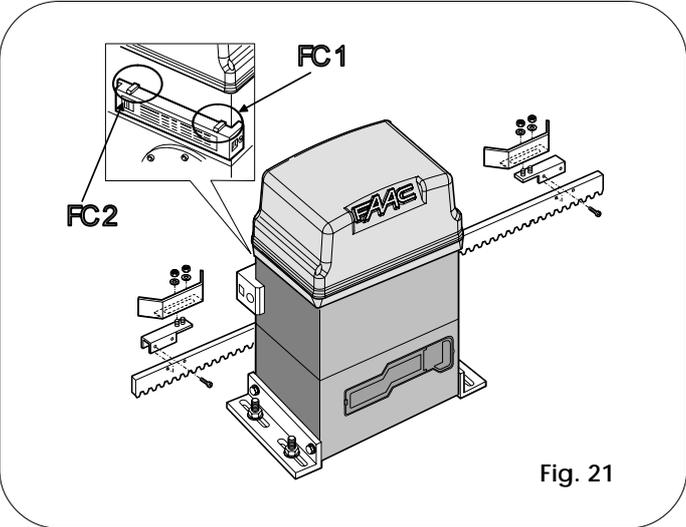

Fig. 21
- Sbloccare l'operatore e, facendo scorrere manualmente il cancello, verificare il regolare funzionamento dei finecorsa controllando i led di stato degli ingressi (vedi par. 6.1.). Guardando il cancello dal lato ove è installato l'operatore, il led FC1 si deve spegnere al raggiungimento della posizione di arresto del movimento da sinistra verso destra ed FC2 si deve spegnere al raggiungimento della posizione di arresto del movimento da destra verso sinistra (vedi anche fig. 21).